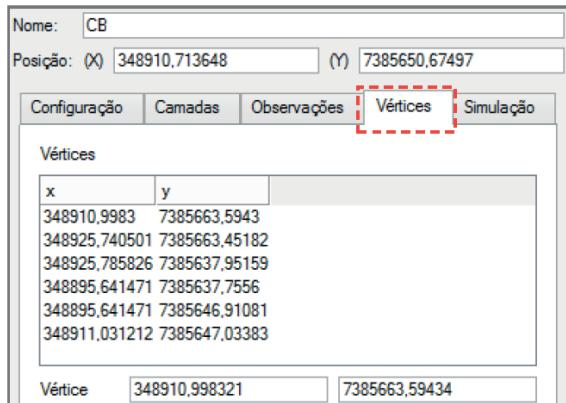

Figura 2.136 Aba Vértices.
- **Vértices**: coordenadas dos vértices da área da cubagem delimitada (Figura 2.136).